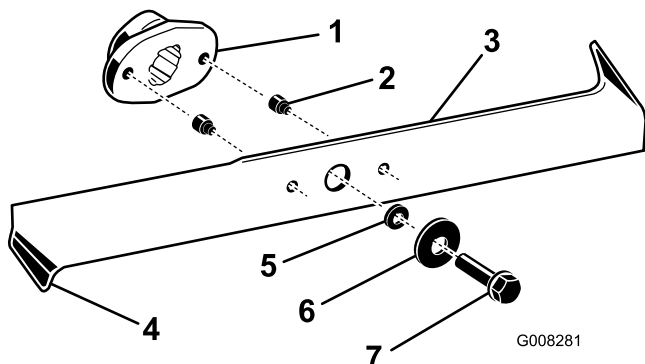

Bild 40
2. Untersuchen Sie die Schnittkanten (Bild 40). Entfernen und schärfen Sie die Messer, wenn die Schnittkanten nicht scharf sind oder Auskerbungen aufweisen, siehe Schärfen der Messer \(Seite 33\).
3. Prüfen Sie die Schnittmesser, insbesondere die gebogenen Kanten (Bild 40). Montieren Sie neue Messer, wenn Sie eine Abnutzung oder Beschädigung dieses Bereichs feststellen.
4. Ersetzen Sie die Abscherbolzen sofort, wenn Sie gebrochen sind (Bild 40).
3. Entfernen Sie die Messerschrauben, Scheiben und Messer (Bild 40). Sie können einen Holzklotz zwischen das Schnittmesser und das Mähwerk keilen, um das Schnittmesser beim Entfernen der Schraube zu blockieren.
1. Montieren Sie die Schnittmesser, Scheiben und Messerschrauben (Bild 40).